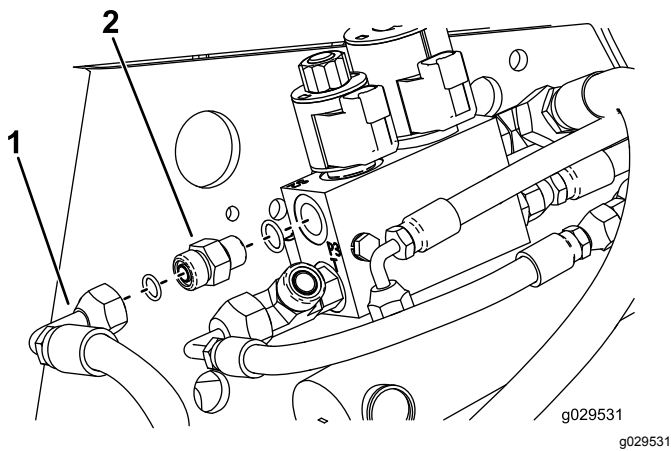

Figura 19
7. Enrosque a união da válvula hidráulica na abertura da válvula (Figura 19).
10. Prenda o encaixe do tubo com a união reta (**Figura 19**).